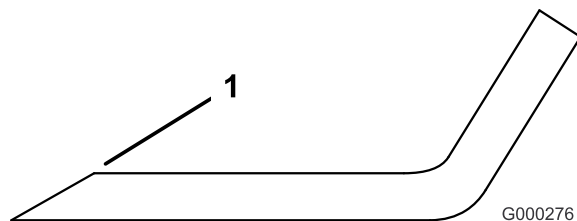

Figure 52
- Au moyen d'une lime, aiguissez les tranchants aux deux extrémités de la lame (Figure 52).